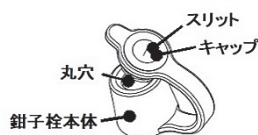

図2
- (5) 挿入部の光沢消失や白線指標の変色、色あせがないこと。
- (6) 操作部：U/D と R/L の各アングル操作ノブ、U/D アングルロック、R/L アングルロックの作動のざらつき、がたつき、引っ掛かり、操作部を軽く振ったときに異音が生ずるなどの現象がないこと。
- (7) 先端レンズの脱落を防止するため、ビデオ内視鏡先端部のレンズにキズ、欠け、脱落、汚れ、レンズ周辺のすきま、レンズの異常な飛び出しなどがいないことを確認すること。
- (8) 送気/送水バルブの穴に異物が入っていないことを確認すること。また、チャンネル内に洗浄ブラシ片等の異物が遺残していないか確認すること。
- (9) 鉗子栓のキャップのスリットまたは鉗子栓本体の丸穴に裂け、ひび割れ、変形、変色などの異常がないことを目視で確認すること(図2 参照)。